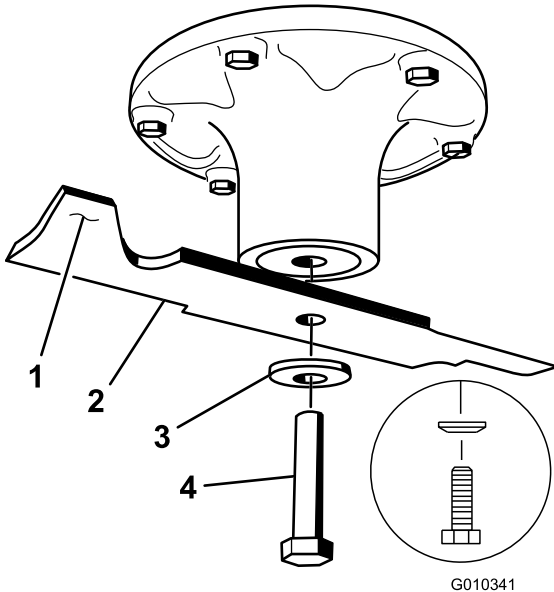

Рисунок 65
2. Отверните болт ножа, снимите изогнутую шайбу и нож с вала шпинделя (Рисунок 65).
1. Установите нож на шпиндель (Рисунок 65).
2. Установите изогнутую шайбу (чашеобразной стороной в сторону ножа) и болт ножа (Рисунок 65).